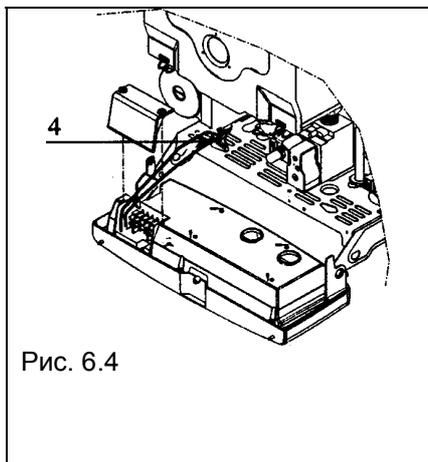

Рис. 6.4
- вставьте провод электропитания и датчик термостат температуры в помещении, если таковой имеется, в специальный кабельный сальник в раме (4), рисунок 6.4.;
- закрепите провод электропитания и датчика термостата температуры в помещении, если таковой имеется, в специальном кабельном сальнике в раме (4), рисунок 6.4, для этого поверните специальный винт;